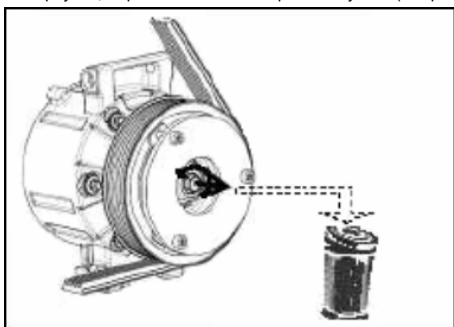

Рис.4
3. Вывернуть центральный болт и отправить в утиль (см. рис. 4).